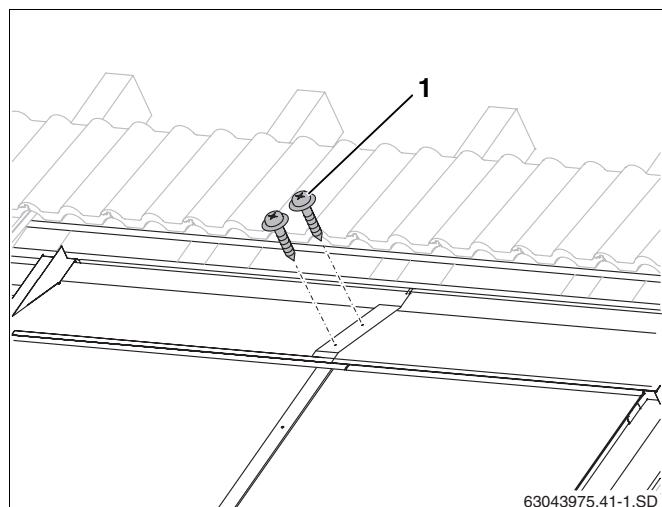

Рис. 58 Соединение верхних накладных листов саморезами
- Места перехлеста листов закрепить двумя прилагаемыми саморезами длиной 25 мм (рис. 58, **поз. 1**).